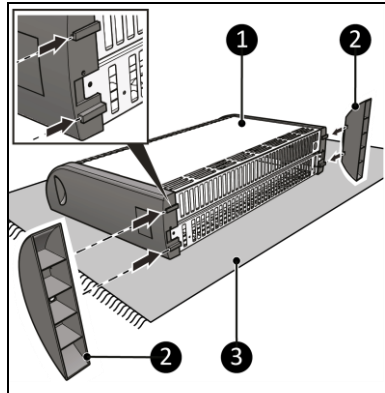

Abbildung 4
1. Legen Sie das Gerät auf eine stabile weiche Oberfläche (Abbildung 4, Pos. 3).
2. Platzieren Sie die Sockel (Abbildung 4, Pos. 2) an beide Seiten des Hauptkörpers (Abbildung 4, Pos. 1).